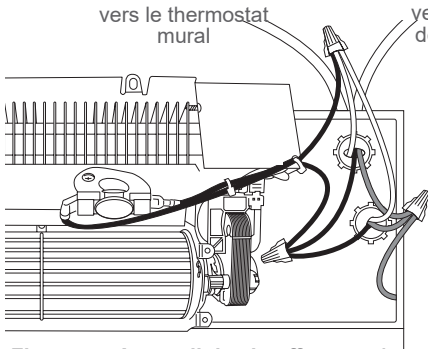

Figure 7 – Appareil de chauffage no 1
2. Il y a deux fils de mise à la terre dans le boîtier mural de l'appareil de chauffage no 1 (voir la figure 7). Raccorder le fil de mise à la terre vert du boîtier mural de l'appareil de chauffage no 1 au fil de mise à la terre de chaque ensemble de câbles d'alimentation électrique (voir la figure 7).